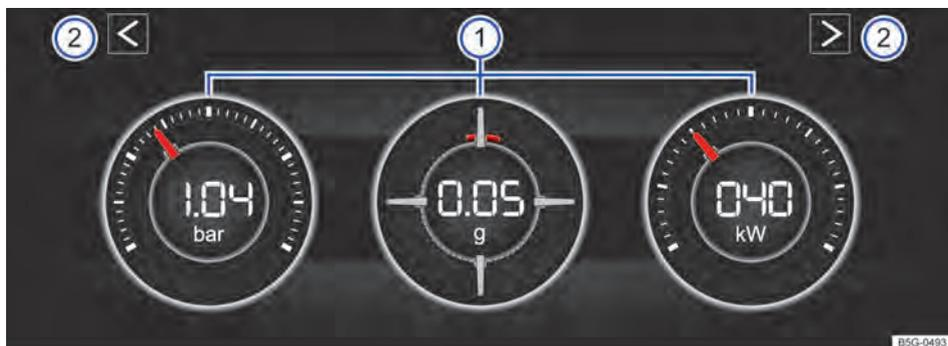

Fig. 24 No sistema Infotainment: módulo de potência (dependendo da versão).
Legenda para Fig. 24
Se você desejar alternar entre o módulo de potência e o Laptimer → Página 28 tocar em uma das teclas de seta à esquerda e à direita acima dos instrumentos em → Fig. 24 ②.
O display pode exibir, no máximo, 3 instrumentos simultaneamente. Cada um dos instrumentos pode ser selecionado para cada uma das áreas de exibição → Fig. 24 ① (esquerda, central, direita).
- **Indicação da pressão de carga:** a indicação da pressão de carga → Fig. 24 ① (à esquerda) exibe a pressão no circuito do ar de sobrealimentação entre o turbocompressor e o motor (na unidade "bar"). Quanto mais o ponteiro ficar à direita na escala, maior será a potência que o motor desprenderá.
- **Medidor de aceleração (G-Meter):** o medidor da aceleração (G-Meter) → Fig. 24 ① (central) indica na área central o valor da aceleração (na unidade "g"). A marcação vermelha na área disposta em tela indica a intensidade da aceleração e a direção da força que atua (conforme os princípios físicos contrários). Se você, por exemplo, conduzir para a esquerda, a marcação vermelha se moverá para a área direita do instrumento (e o contrário). A marcação vermelha move-se para baixo, quando se acelera, e para cima, quando se freia. A intensidade da aceleração é indicada pela posição da marcação vermelha de dentro para fora. Se a aceleração aumenta, a marcação vermelha é excluída da área central. ▶
- **Indicação de potência:** a indicação de potência → Fig. 24 ① (à direita) exibe a potência do motor atualmente utilizada como valor digital e na escala adjacente (em kW).
- No módulo de potência, tocar em uma das teclas de setas → **Fig. 24** ② para ir para o Laptimer.
Com as teclas de seta → **Fig. 24** ② ou → **Fig. 25** você pode alterar a qualquer momento entre Laptimer e módulo de potência.